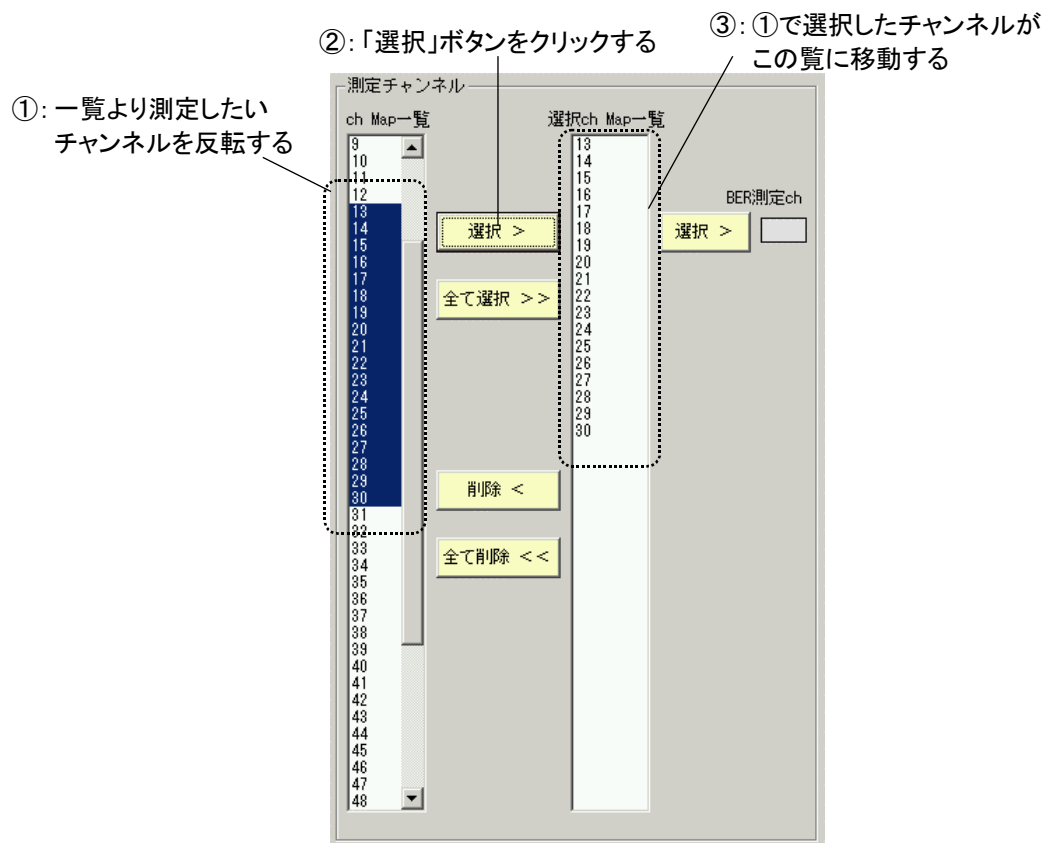

図 3-18 測定チャンネルの選択
(4) 測定チャンネルの設定
測定チャンネルを選択します。測定チャンネルを選択するためには、図 3-18 のように、①左側「ch Map 一覧」から測定したいチャンネルを反転させ、②「選択 >」ボタンをクリックすると、右側「選択 ch Map 一覧」に①で反転していたチャンネルが表示され、測定チャンネルとして設定できます。